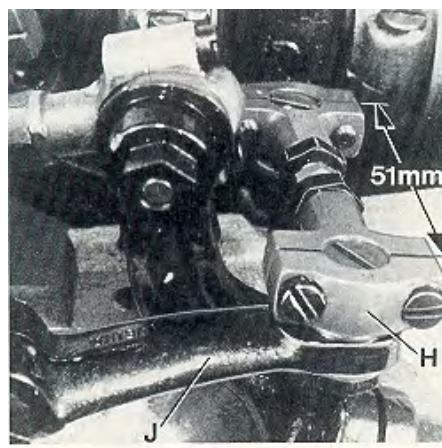
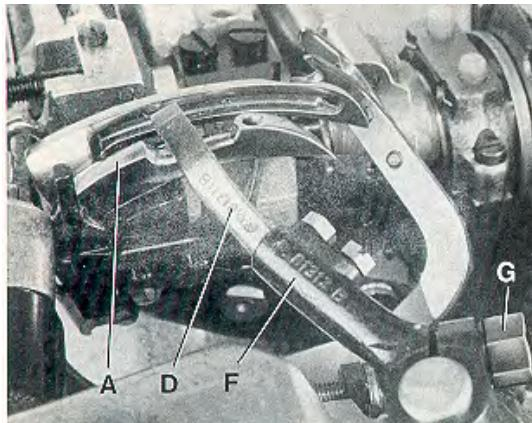
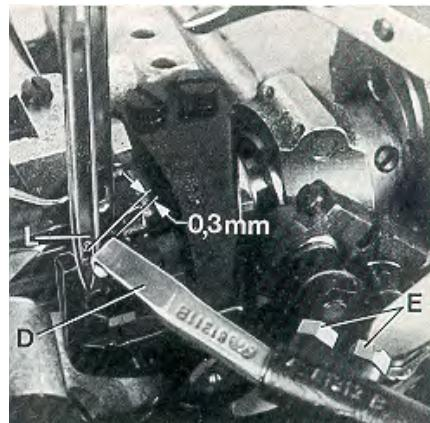

Fig.13
Fig.14
Fig.15
The distance (set at the factory) from center to center of the two ball joints driving the cross looper should be 51 mm (2") (see Fig. 13).
Basically the front ball joint (H, Fig. 13) should be positioned as far as it will go to the left in the fastening slot of the cross looper drive lever (J).
When rotating the handwheel in operating direction cross looper (D, Fig. 14) should swing as close as possible in the recess behind the eye over the double locked stitch looper (A) without contacting it.
At the left end of its swing motion cross looper (D, Fig. 15) must be positioned so that the left needle (L) securely stitches into the thread loop hanging around the hook of cross looper (D). In front of the left needle the cross looper should pass in a distance of 0.3 mm (.012") (see Fig. 15).
Der Abstand (im Werk eingestellt) von Mitte zu Mitte zwischen den beiden Kugelgelenken zum Antrieb des Quergreifers muß 51 mm betragen (siehe Fig. 13).
Standardmäßig soll das vordere Kugelgelenk (H, Fig. 13) so weit wie möglich nach links im Befestigungslängloch des Quergreifer-Antriebhebels (J) gestellt werden.
Beim Drehen des Handrades in Näherichtung soll der Quergreifer (D, Fig. 14) so dicht wie möglich in der Aussparung hinter dem Ohr über den Doppelkettenstichgreifer (A) schwenken, ohne diesen zu berühren.
Am linken Ende seiner Schwenkbewegung muß der Quergreifer (D, Fig. 15) so stehen, daß die linke Nadel (L) sicher in die um den Haken des Quergreifers (D) hängende Fadenschleife einsticht. Vor der linken Nadel soll der Quergreifer in einem Abstand von 0.3 mm vorbeischwenken (siehe Fig. 15). Prüfen Sie dies wie folgt:
After loosening the two screws (E, Fig. 15) the 0.3 mm (.012") distance to the left needle is adjustable. Retighten screws on the flat of the cross looper shank. After loosening clamp screw (G, Fig. 14) cross looper lever (F) can be raised or lowered for setting the height of cross looper (D) with respect to the double locked stitch looper (A) and it can be tilted to the right or left for adjusting the swing motion of the cross looper with respect to the left needle. Retighten clamp screw. If required the length of the path of the cross looper swing motion can be reduced by positioning ball joint (H, Fig. 13) to the right in the fastening slot of the cross looper drive lever (J).
Nach Lösen der beiden Schrauben (E, Fig. 15) kann der 0,3 mm Abstand zur linken Nadel eingestellt werden. Ziehen Sie die Schrauben wieder auf der Befestigungsfläche des Quergreiferschaftes fest. Nach Lösen der Klemmschraube (G, Fig. 14) kann der Quergreiferhebel (F) nach oben oder unten verschoben werden, um die Höhe des Quergreifers (D) zum Doppelkettenstichgreifer (A) einzustellen und nach rechts oder links geschwenkt werden, um die Schwenkbewegung des Quergreifers in Bezug zur linken Nadel einzustellen. Ziehen Sie die Klemmschraube wieder fest. Bei Bedarf kann der Schwenkweg des Quergreifers durch Versetzen des Kugelgelenks (H, Fig. 13) im Befestigungslängloch des Quergreifer-Antriebhebels (J) nach rechts verkleinert werden.